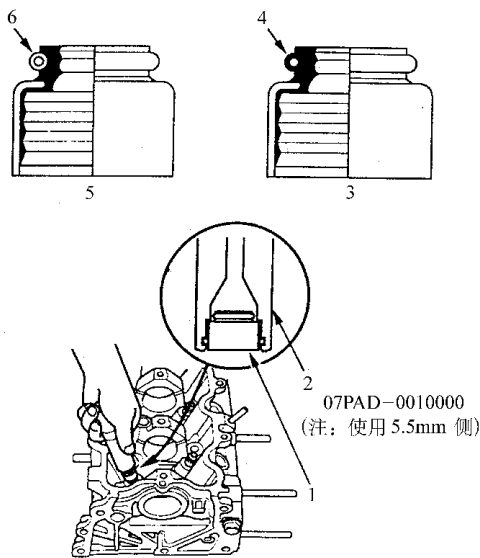

图 2-125 安装气门导管密封圈
- 4) 如图 2-125 所示，用气门导管密封圈拆装器安装黑色弹簧，而进气气门密封有一条白色弹簧，它